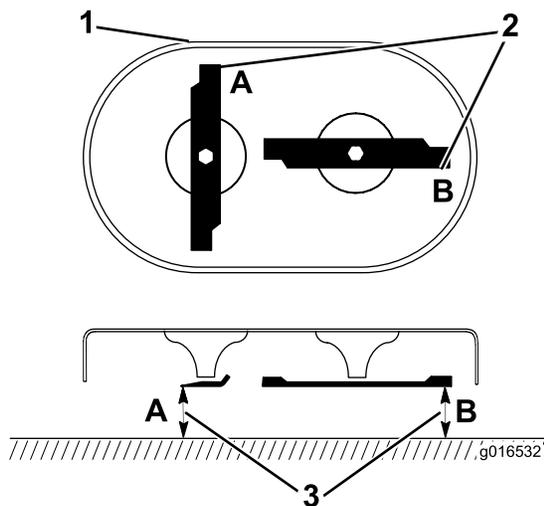

Рисунок 35
1. Поверните ножи, пока они не окажутся в положении, показанном на рис. Рисунок 35.
2. Измерьте от ровной поверхности до режущих кромок в местах А и В (Рисунок 35) и запишите оба результата измерения.